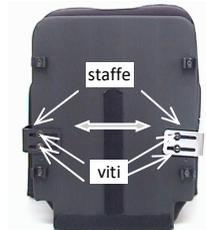

fig. 16.1: Regolazione larghezza sedile tramite staffe di attacco dei contenitori
• Regolazione larghezza sedile (fig. 16.1)